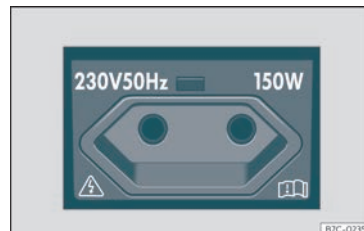

Fig. 121 No lado esquerdo da bagageira: tomada de corrente de 230 Volts.
Com o motor a trabalhar, a tomada de corrente >>> **Fig. 121** ativa-se automaticamente assim que se liga um conector. Se houver energia disponível suficiente, se for o caso também é possível continuar a utilizar a tomada de corrente com o motor desligado >>> ②.